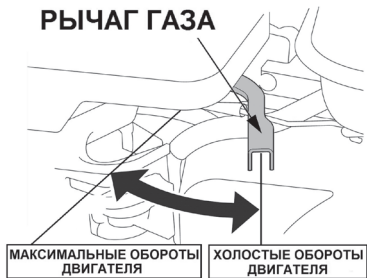

Рис. 16 Положения рычага газа
5. Переведите рычаг газа на 1/3 хода в сторону положения максимальных оборотов двигателя (Рис. 16).